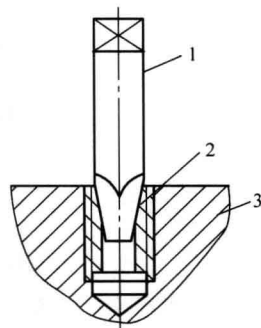

图 1-4 取出折断螺柱残端
2) 在折断螺柱残端与螺纹孔面持平, 或者还低于螺纹孔平面时, 可在折断螺柱残端端面中心打一个样冲眼, 并用比折断螺柱螺纹直径小 $1.5 \sim 2\text{mm}$ 的钻头, 按打好的样冲眼将折断螺柱残端钻通; 然后用带方柄的锐利的三角形楔锥装入已钻好的孔中 (图 1-4), 用锤子敲入 (用力要适当), 牢牢 “咬住”; 最后用扳手套在方柄上, 按螺纹拧出方向拧转, 即可将